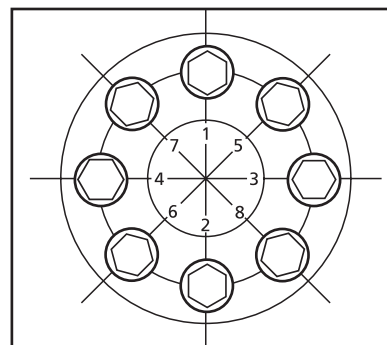

Figura 1: Secuencia de montaje
- Posicionar el sistema e iniciar el apriete de los tornillos en el orden indicado en la figura 1, hasta iniciar el contacto.
- Fijar el valor de apriete de la llave dinamométrica a la mitad del valor nominal y proceder en el orden indicado en la figura 1.